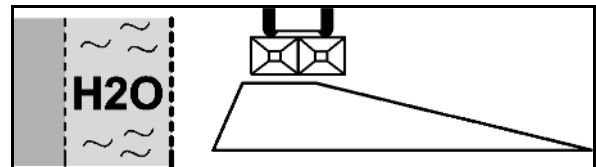

図 47
2. Düngeverordnung (肥料に関する指令) に基づく溝での散布 (図 47):